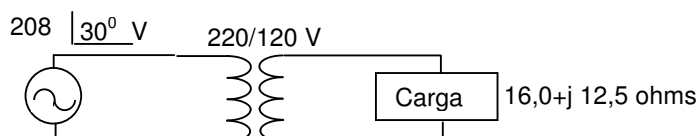

Fig. 11.10 – circuito do problema 11.3.
11.3 Seja a carga alimentada por um transformador ideal (sem perdas), como mostrado na Fig. 11.10. Pede-se a tensão e a corrente fasoriais na carga, com suas unidades.